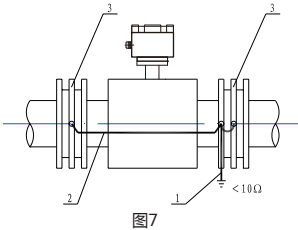

图7
- 3) 传感器在塑料管道上或在有绝缘衬里的官道上安装，传感器的两端应安装接地环或接地法兰，或带有接地电极的短管，见图7。